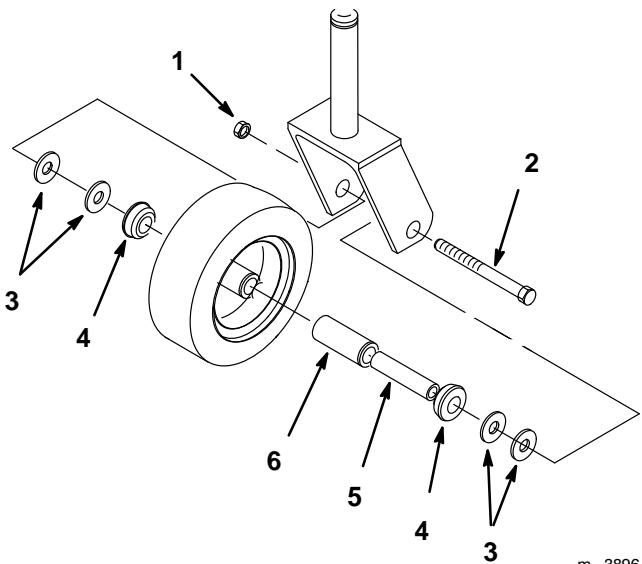

Abbildung 31
1. Sicherungsmutter und Radschraube entfernen, mit denen das Ablenkrad an der Ablenkradgabel befestigt ist (Abb. 31).
2. Unterlegscheibe und Buchse entfernen. Dann Spannbuchse und Rollenlager aus der Radnabe herausziehen (Abb. 31).
3. Die andere Buchse aus der Radnabe nehmen und die Radnabe von Fett und Schmutz reinigen (Abb. 31).
4. Rollenlager, Buchsen, Spannbuchse und Innenseite der Radnabe auf Verschleiß untersuchen. Defekte oder abgenutzte Teile austauschen (Abb. 31).
5. Zum Zusammenbau eine (1) Buchse in die Radnabe legen. Rollenlager und Spannbuchse schmieren und in die Radnabe schieben. Die zweite Buchse in die Radnabe legen (Abb. 31).
6. Das Ablenkrad in der Ablenkradgabel anbringen und mit Radschraube und Sicherungsmutter befestigen. Die Sicherungsmutter anziehen, bis die Spannbuchse an der Innenseite der Ablenkradgabeln aufliegt (Abb. 31).